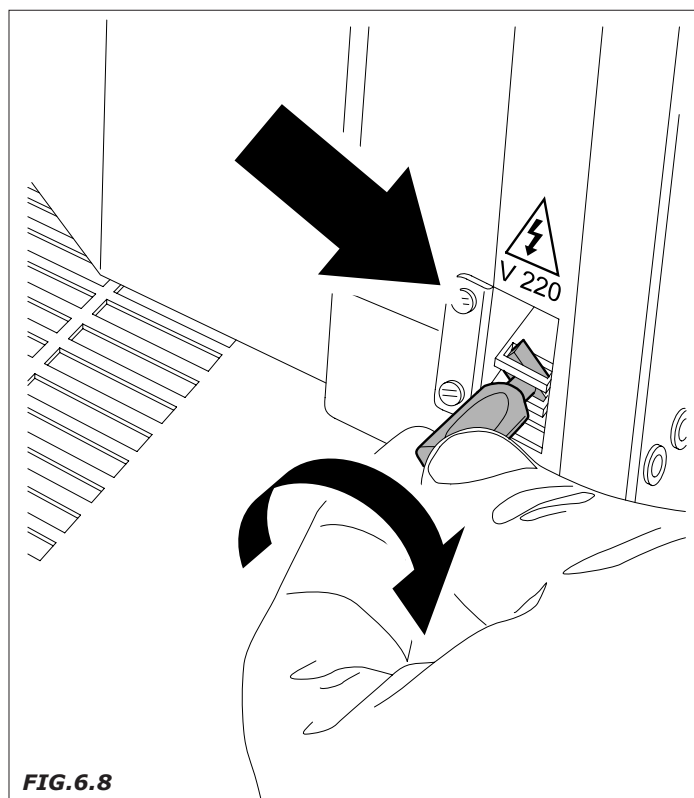

FIG.6.8
- insertar la llave de contacto de plástico que se ha proporcionado de serie con el expendedor en el interruptor de la puerta y hacerla girar 90° (Fig.6.8).